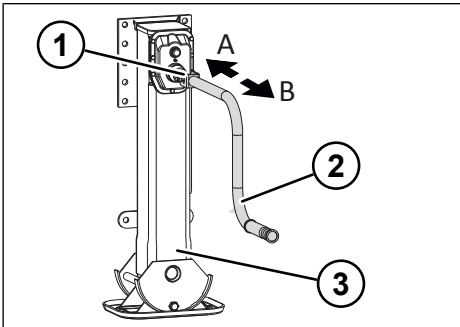

Fig. 5-3: Treptele de sarcină și rapidă a picioarelor de susținere cu trolu
- ▶ Cuplați treapta rapidă prin tragerea manivelei spre exterior (vezi "Fig. 5-3: Treptele de sarcină și rapidă a picioarelor de susținere cu trolu", pag. 28).
- ▶ Cuplați treapta de sarcină prin apăsarea manivelei în interior (vezi "Fig. 5-3: Treptele de sarcină și rapidă a picioarelor de susținere cu troliu", pag. 28).
- ▶ Cuplați treapta rapidă prin tragerea manivelei spre exterior (vezi "Fig. 5-3: Treptele de sarcină și rapidă a picioarelor de susținere cu troliu", pag. 28).